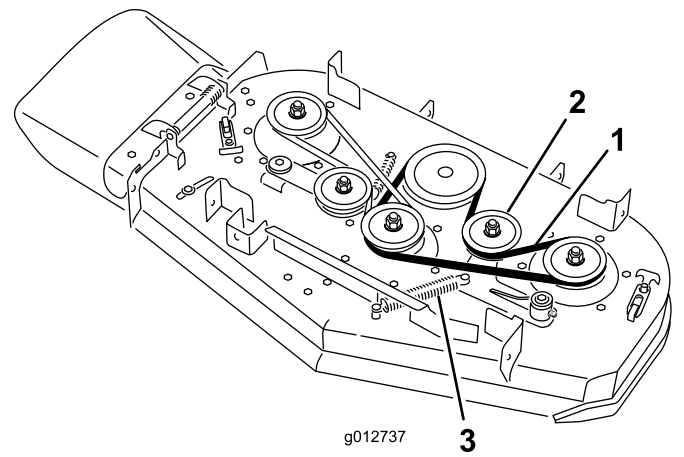

図 66
5. アイドラプリーのアームについているアンカーポストからスプリングを取り外す 図 66。
6. ベルトを取り外す 図 66。
7. デッキプリー、クラッチプリー、およびアイドラプリーに新しいベルトを掛け回す 図 66。
8. アンカーポストにスプリングを取り付ける 図 66。